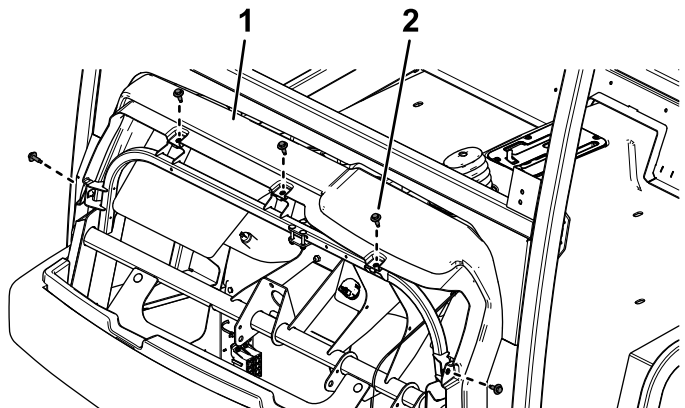

図 39
1. ダッシュボードについている六角ワッシャヘッドボルト5本を外す 図 39。